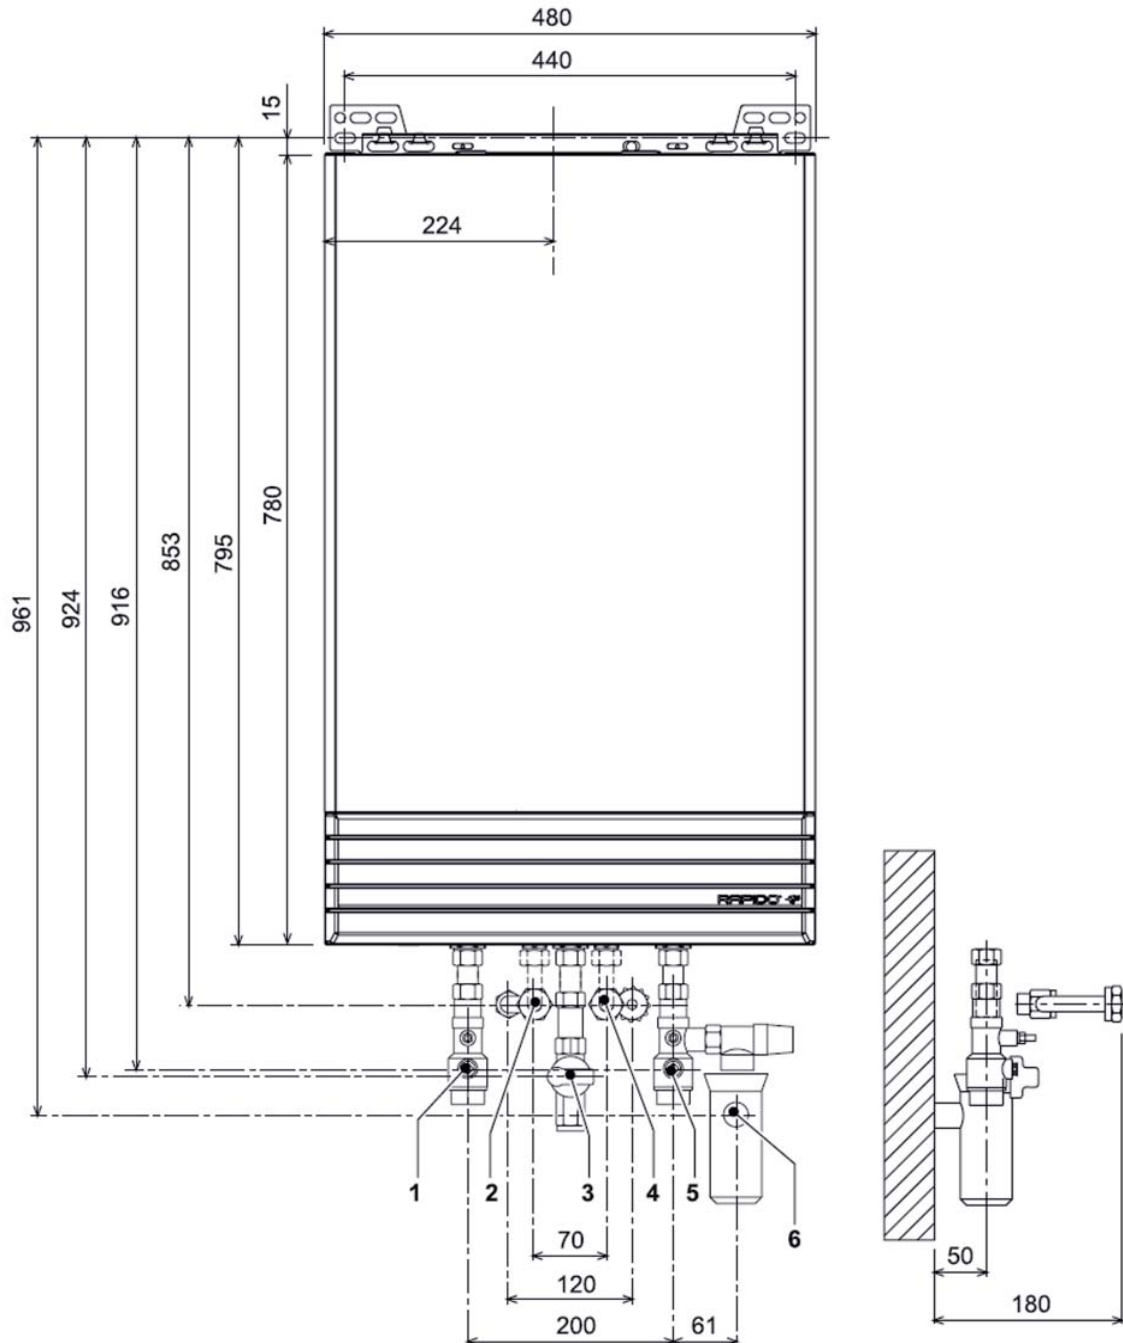

Abb. 19
- Bei der Installation der Rohrleitungen und des Rapido - Anschlusszubehöres beachten Sie die Maße in Abb. 19 bzw. Abb. 20.
- Montieren Sie die Montageschiene entsprechend der Maße in Abb. 19 bzw. Abb. 20 an die Wand.